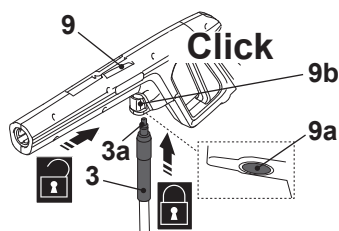

Fig. 2
1. Introduceți conectorul (3a) al furtunului de presiune (3) în portul de conectare al furtunului (9a) al pistolului de pulverizare (9). Asigurați-vă că se fixează în poziție (Fig. 2). Apăsați pe butonul de eliberare (9b) pentru deblocare dacă este necesar.